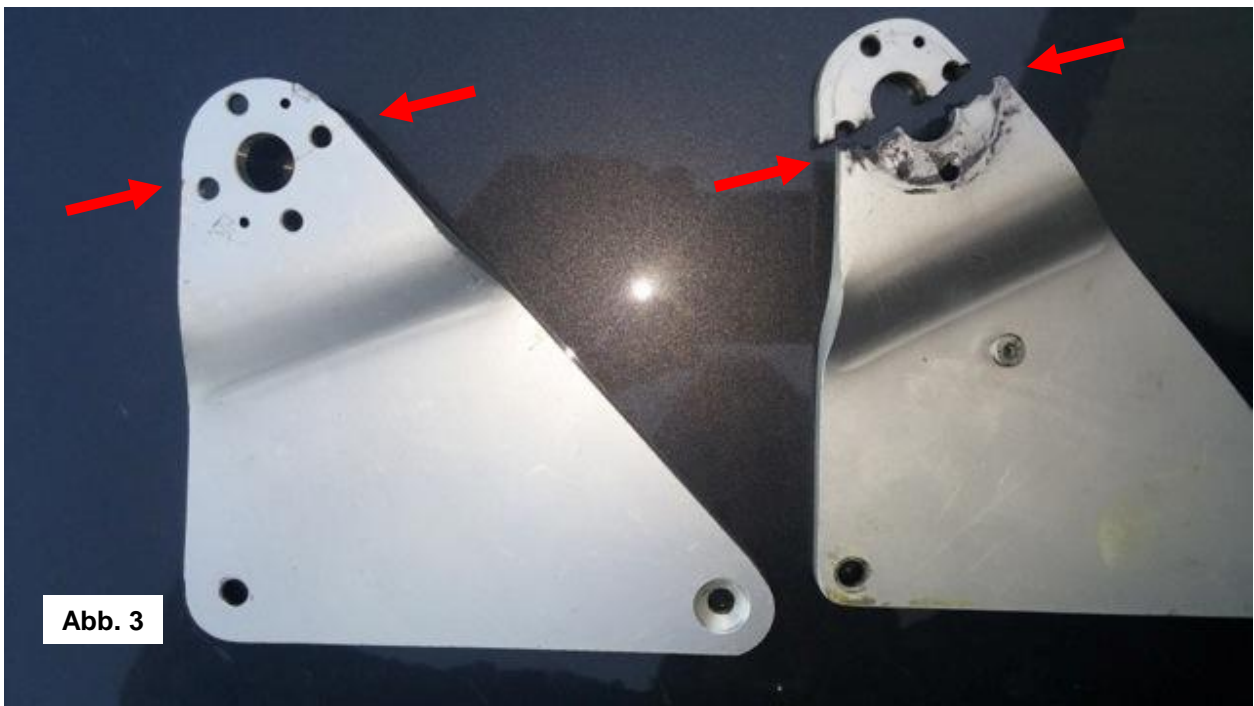

Abb. 3
- 2 Zu inspizieren sind insbesondere die seitlichen Flanken des Riegelhebels an den Befestigungslöchern der Drehachse, siehe Pfeile in Abb. 3. Dabei müssen in jedem Falle sowohl die Vorderseite des Hebels (die Seite, die zur Wurzelrippe zeigt), als auch die abgewandte Rückseite kontrolliert werden. Es kann dabei hilfreich sein, während der Sichtprüfung den Hebel durch einen Helfer bewegen zu lassen.
Especially the flanges on the side of the locking lever need close inspection near the attachment holes of the lever axle, see arrows in Abb. 3. Here the inner side (facing the wing root rib) and the other, rear side need to be inspected. It may be useful to have the lever moved by an assistant during the visual inspection.